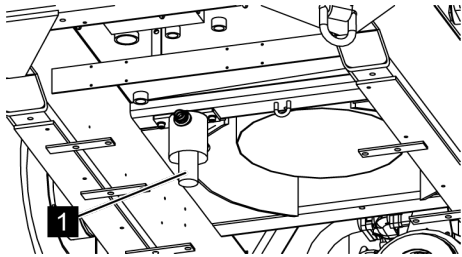

Fig. 168: Cartouche filtrante
7. ➔ *Enlever la cartouche filtrante (Voir la Fig. 168/1) et mettre en place une cartouche filtrante neuve.*